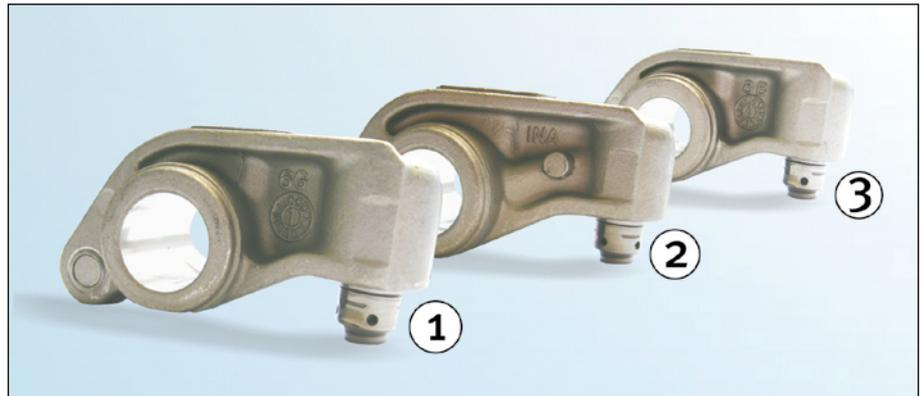

Fig. 1: Vista general de los tres diferentes kits de palancas basculantes
**Legenda para la Fig. 1 a 3:**
- (1) Kit de palancas basculantes para válvula de admisión 423 0014 10
- (2) Kit de palancas basculantes para válvula de admisión 423 0016 10
- (3) Kit de palancas basculantes para válvula de escape 423 0018 10